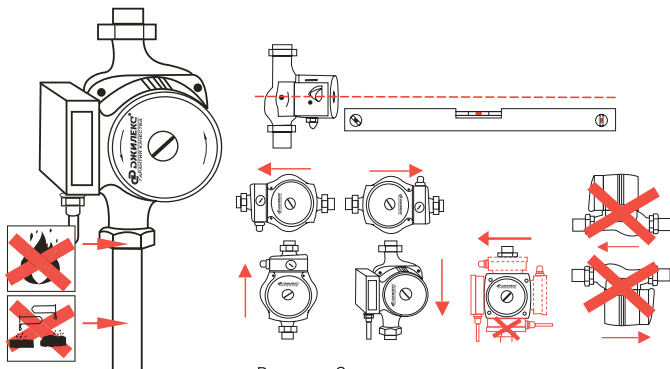

Рисунок 2
5.2 Монтаж насоса (рисунок 2*)